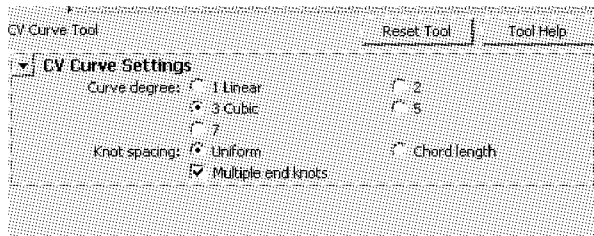

图 3-1 CV 曲线设置面板
(1) 单击 Create→CV Curve Tool 命令后面的  图标,打开 CV 曲线创建的设置面板如图 3-1 所示,进行所需的设置。